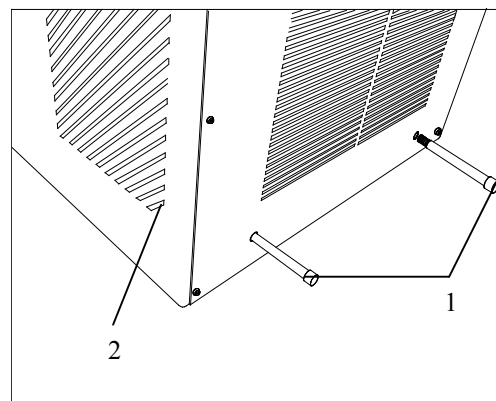

fig. 6a
- Las superficies de aspiración (fig. 6a.2) a ambos lados del aparato deberían estar libres de obstáculos.